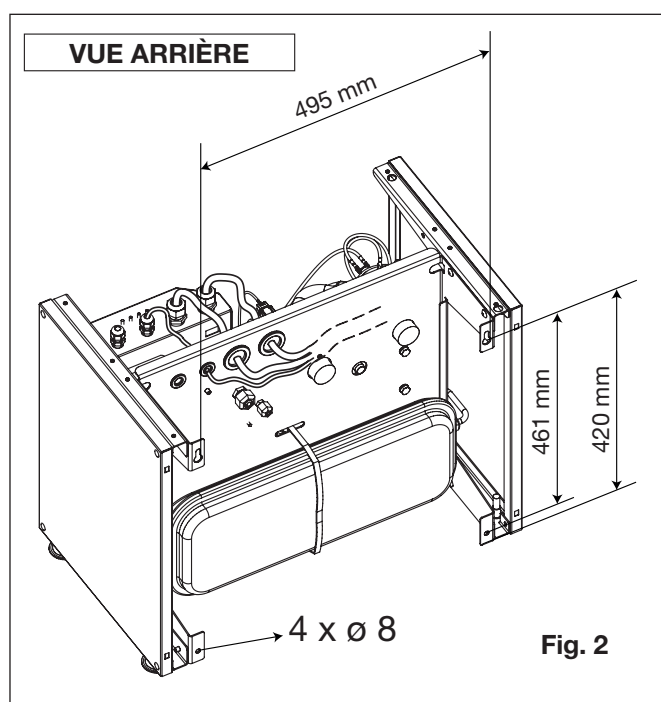

Fig. 2
- Faire 4 trous dans le mur en utilisant le modèle fourni (voir **fig. 2**). Utiliser des chevilles et vis (non fournies) adaptées au poids de l'unité et au type de mur.
- Retirer le couvercle du panneau électrique pour accéder aux boîtes à bornes (fig. 2).